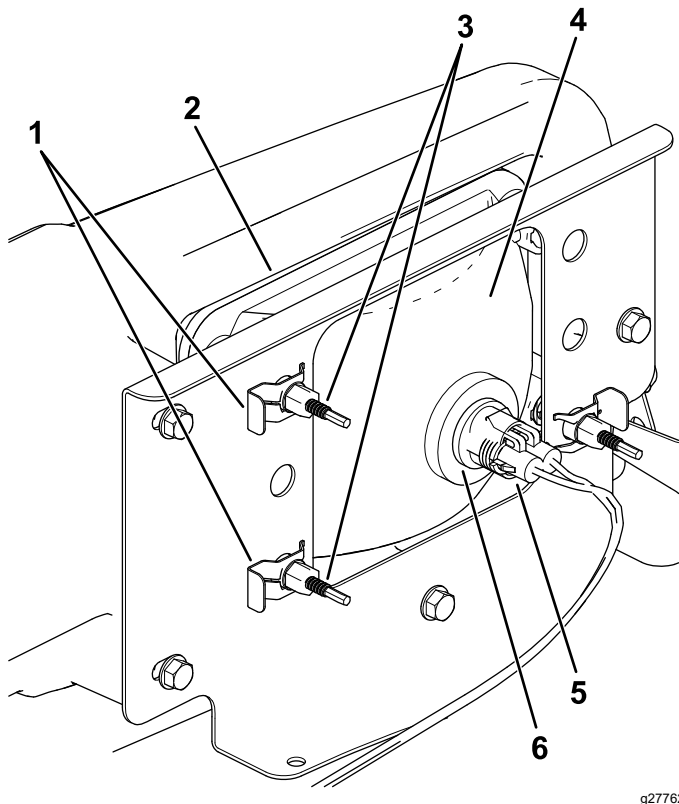

Figura 51
3. Desconecte el conector eléctrico del arnés de cables del conector del conjunto de la luz (Figura 51).
4. Retire los conectores rápidos que sujetan el faro al soporte del faro (Figura 51).
5. Retire el conjunto del faro desplazándolo hacia adelante y pasándolo por el hueco del parachoques delantero (Figura 51).
6. Introduzca el faro nuevo a través del hueco del parachoques (Figura 51).
7. Sujete el conjunto del faro con los conectores rápidos que se retiraron en el paso (4).
8. Conecte el conector eléctrico del arnés de cables al conector del conjunto de la luz (Figura 51).
5. En la parte trasera del faro, gire los tornillos de ajuste (Figura 51) para pivotar el conjunto y ajustar de la posición del haz de luz.